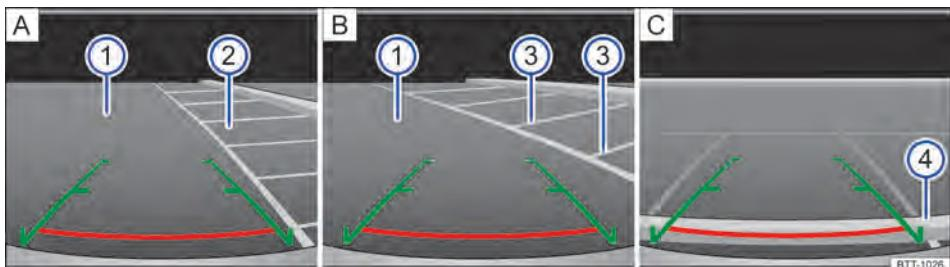

Fig. 141 Exibição do display do sistema Infotainment: entrar na vaga de estacionamento com a câmera de marcha a ré.
Legenda para a representação esquemática Fig. 141:
2.	Posicionar o veículo na frente da vaga de estacionamento ② ⇒ Fig. 141 [A] .
4.	Conduzir para trás devagar e manobrar B de modo as guias verdes laterais conduzam para a vaga de estacionamento selecionada ② . Observar a seguinte mensagem: Controlar a trajetória do veículo! ⇒  em Introdução ao tema na página 203!